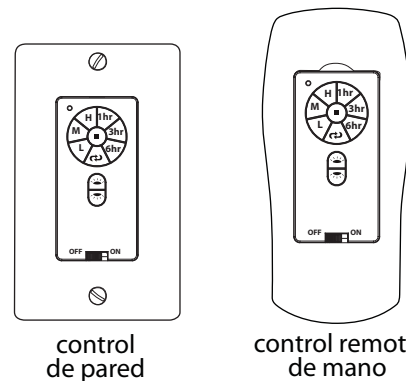

Fig. 9
- Botones de funcionamiento en el panel principal del control remoto/de pared (Ver la Fig. 9):